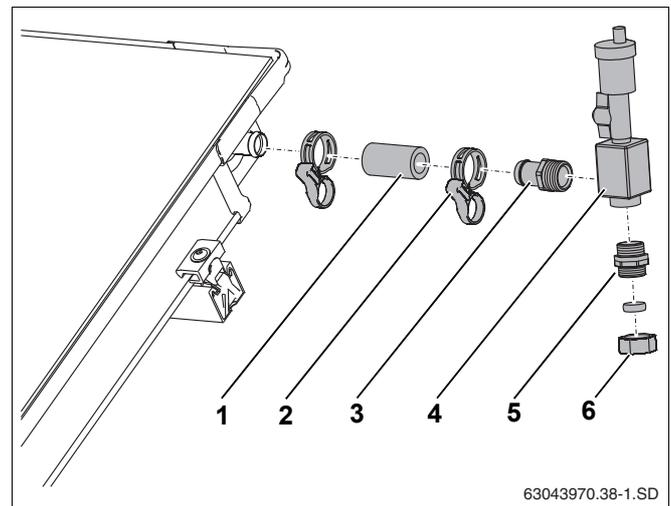

Рис. 60 Подключение воздушного клапана на крыше
- ▶ Надеть короткий шланг (55 мм, рис. 60, поз. 1) на штуцер подключения подающей линии коллектора и зажать пружинным хомутом.
- ▶ Завернуть наконечник  $R\frac{3}{4}$  с кольцом (рис. 60, поз. 3) в воздухосборник (рис. 60, поз. 4).
- ▶ Вставить наконечник (рис. 60, поз. 3) до упора в шланг и зажать пружинным хомутом (рис. 60, поз. 2).
- ▶ Завернуть двойной ниппель с кольцом (рис. 60, поз. 5) в воздухосборник.
- ▶ Подсоединить сборную линию к резьбовому соединению с зажимным кольцом (18 мм) (рис. 60, поз. 6).